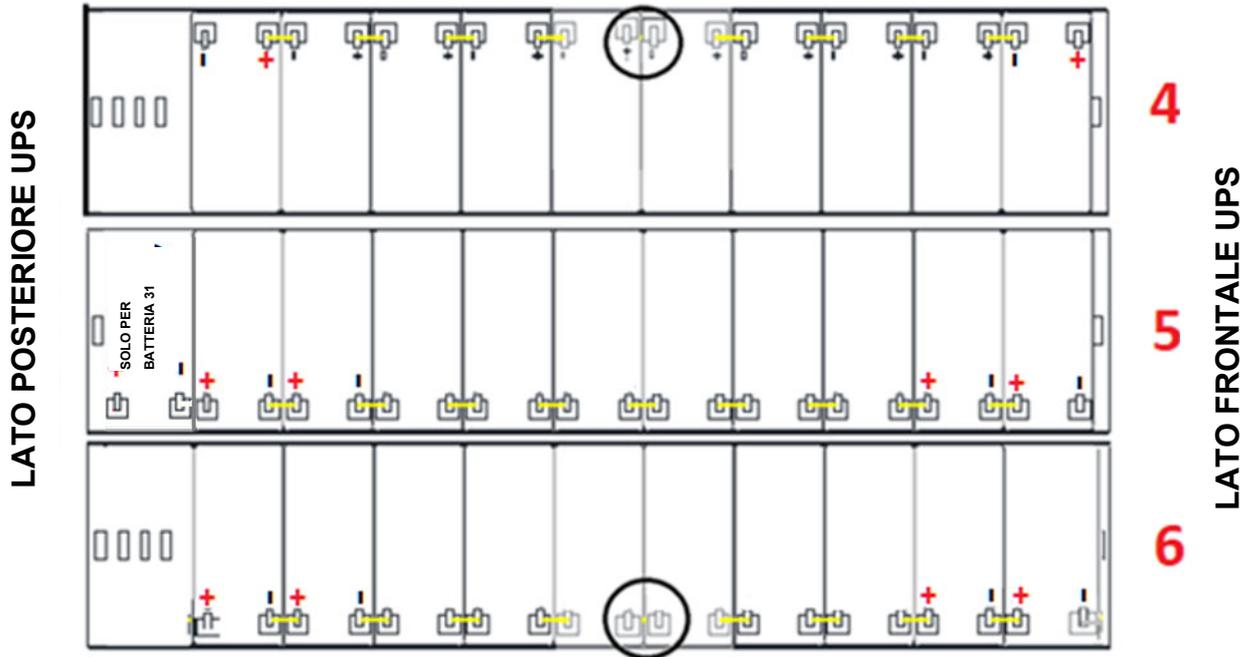

Figura 16 - Vista dall'alto Piano N°2
7) Sul Piano n°2 inserire i cassetti n°4-5-6 rispettando la posizione come dimostrato in figura 16.